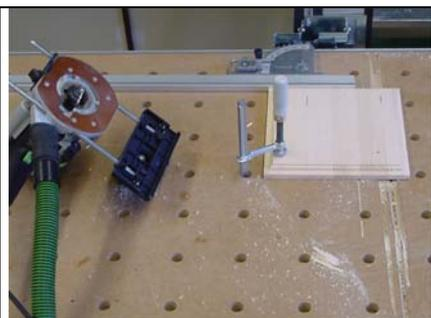

Рис. 212/7
<p>Рис. 212/1</p>
<p>Рис. 212/2</p>
<p>Рис. 212/3</p>
<p>Рис. 212/4</p> 	<ul style="list-style-type: none"> <li>• После проверки угла между шиной-направляющей и упорной планкой многофункционального стола положите заготовку на стол, так чтобы центральная линия фрезы (при выполнении профилей она часто идёт по кромке обрабатываемой заготовки) находилась на соответствующем расстоянии от шины-направляющей. Это расстояние (X) рассчитывается по формуле             <math display="block">x = \frac{\text{диаметр фрезы}}{2} \text{ мм} + 2 \text{ мм}</math> </li> <li>• Установите продольный упор таким образом, чтобы на следующих этапах вы могли поочередно приложить к нему все четыре стороны заготовки. В процессе фрезерования следует откинуть упор вверх, чтобы он не мешал.</li> <li>• Зафиксируйте заготовку с помощью зажимов или струбцины.</li> </ul>
<p>Рис. 212/5</p> 	<p>Регулировка верхнего фрезера</p> <ul style="list-style-type: none"> <li>• Вставьте выбранную фрезу в вертикальный фрезер OF1010. Для надёжной фиксации фрезы хвостовик должен быть вставлен в зажимной патрон минимум на 2,5 см.</li> <li>• Установите частоту вращения в соответствии с породой древесины, типом и диаметром фрезы (рекомендуемые значения содержатся в соответствующей таблице в руководстве по эксплуатации).</li> <li>• Закрепите направляющий упор на вертикальном фрезере OF 1010 и установите фрезер на шину-направляющую (заготовку). Отрегулируйте расстояние от центра фрезы до шины-направляющей, ориентируясь на насечки на основании фрезера. Насечка находится точно на центральной линии фрезы (если смотреть спереди).</li> <li>• После этого настройте вылет фрезы. В данной брошюре процесс настройки подробно не описывается. См. руководство по эксплуатации.</li> <li>• После выполнения всех установок на фрезере следует ещё раз подтянуть все винты крепления во избежание их самоотвинчивания.</li> </ul>
<p>Рис. 212/6</p>